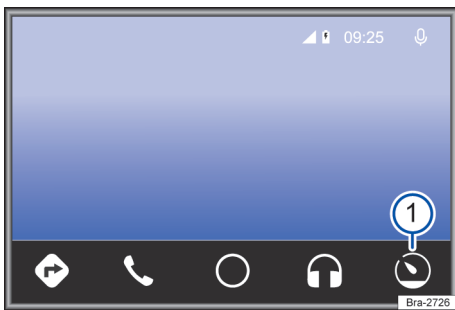

Fig. 119 Menú Android Auto™.
- Para operar Android Auto™, tocar el botón de función **☰**, → fig. 119 **1**.